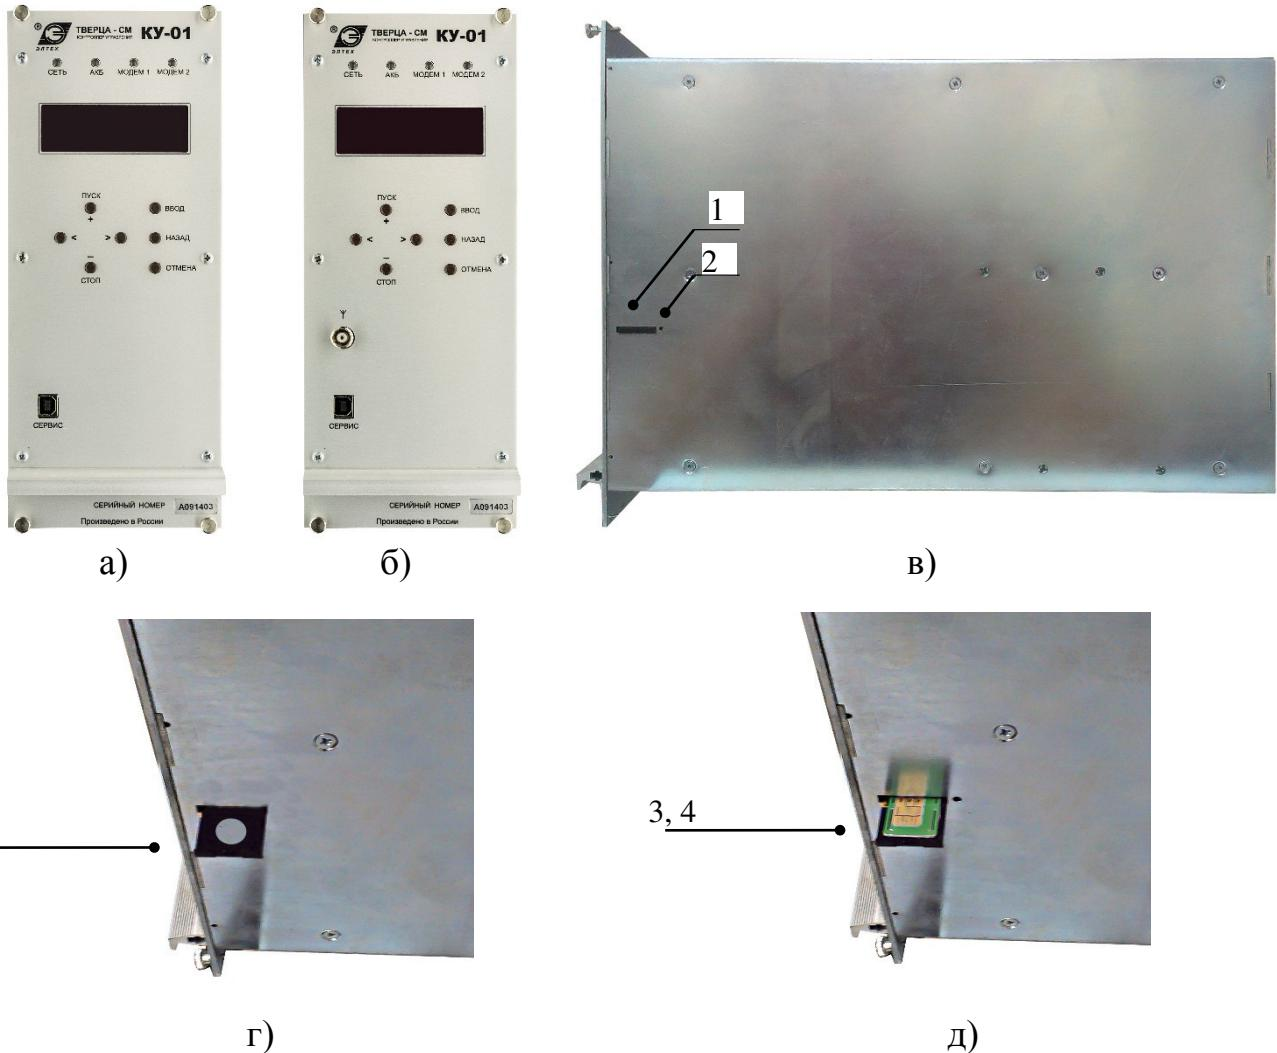

Рисунок 2 Внешний вид контроллера управления КУ-01:
- выключить питание СКЗ, вынуть из корзины станции (или из упаковки) контроллер станции КУ-01 с установленным модемом, с правой стороны контроллера (рис.2в) имеется прорезь для установки карты (1),
- необходимо нажать тонким предметом на цветную кнопку (2) расположенную рядом с прорезью, вынуть из прорези (1) установочную площадку (3), положить на нее Sim-карту (4) контактами вверх соблюдая ориентацию срезанного уголка карты,
- установить площадку с картой в установочную прорезь (1),
- задвинуть площадку (3) с картой (4) до упора,